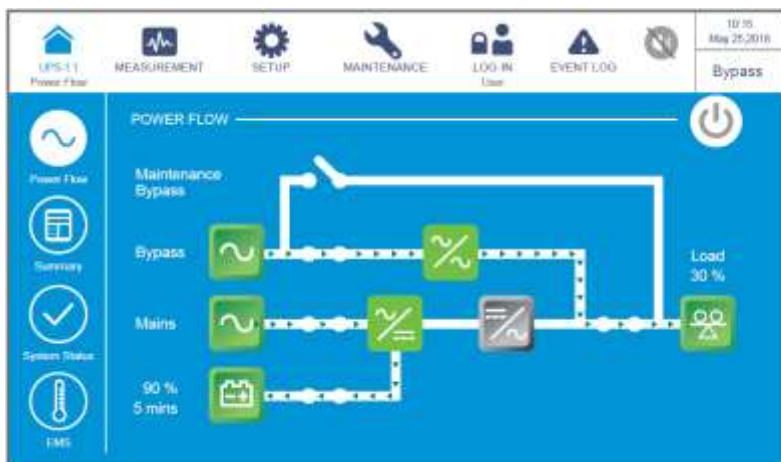

Рисунок 6-54: Экран байпасного режима
- 3) После выбора 'YES' ИБП отключит инвертор, прекратит подачу питания с каждого силового модуля и будет осуществлять подачу питания с байпасного источника переменного тока. Если байпасный источник переменного тока работает ненормально, то существует риск прерывания подачи питания, и подключенные важные нагрузки не будут защищены. В этот момент силовые модули продолжают заряжать батареи, трехцветный светодиодный индикатор загорается желтым цветом, и появляется следующий экран (**Рисунок 6-54**). Расположение трехцветного светодиодного индикатора см. на **Рисунке 2-11**.